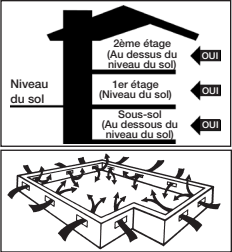

Figure 1
- Les vides sanitaires doivent se trouver à un minimum de 46 cm (18 po) entre le sol et le dessous des solives. Il est indispensable d'utiliser un pare-vapeur consistant en un tapis de sol en une pellicule de polyéthylène noire de 6 à 20 mils dont les joints se chevauchent sur 15 cm (6 po) et sont fixés au moyen de ruban adhésif résistant à l'humidité. Le pourtour du vide sanitaire doit être pourvu d'un périmètre de ventilation équivalent à 1,5 % de la surface au minimum. Les événements doivent être correctement placés de façon à assurer une ventilation transversale (fig. 1).